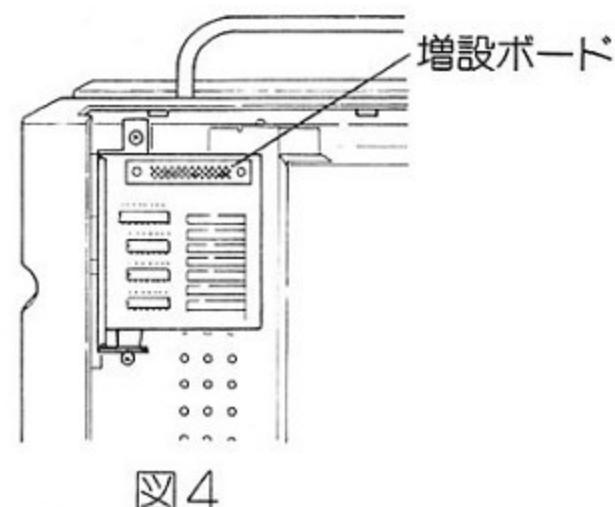

図4
③次にコンピュータ本体のコネクタに取り付けます。このとき増設RAMボードと本体のコネクタは、すきまのないようにしっかりと差し込んでください。完全に差し込まれたことを確認してください。(図4)
④本体基板にねじ止めします。このねじは①にて取りはずしたものと増設RAMボードをはさんでふたたび取り付けます。